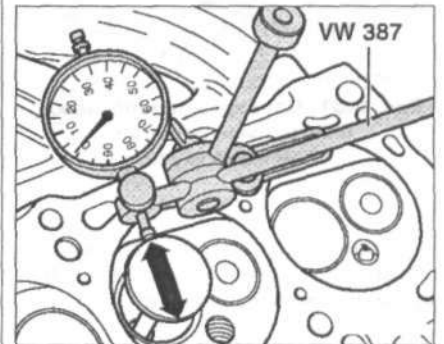

Рис. 5.29. Проверка направляющей втулки клапана.
2. Определите зазор между втулкой и клапаном (рис. 5.29).